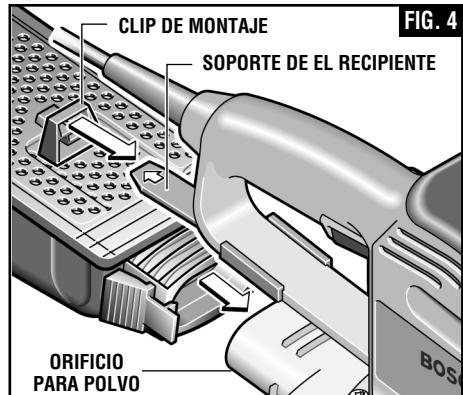

FIG. 4
Para acoplar el recipiente para polvo, deslice el soporte del recipiente en el sentido de la flecha (A) hasta que se detenga. Introduzca el clip de montaje en el bolsillo provisto en el recipiente. Luego, deslice el soporte del recipiente a través del clip de montaje en el sentido de la flecha (B) y empuje el recipiente sobre el orificio para polvo. Para quitar el recipiente para polvo, invierta este procedimiento (Fig. 4).